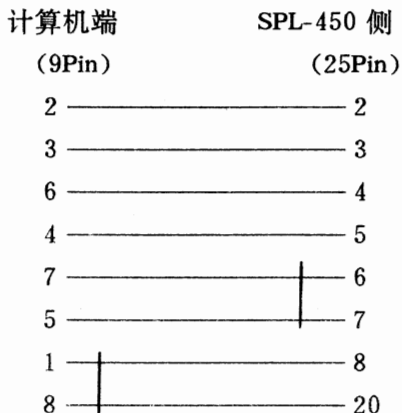

图 5-6 SPL-450 和 IBM PC/AT(XT286) 连接示意图(RS-232C)
**故障处理** 实际上,SPL-450 和美国 HP 公司的 HP7475A 型绘图仪无论在指令上还是操作上都是兼容的。因此,只要支持 HP7475A 绘图仪的软件都支持 SPL-450。大部分的绘图应用软件都支持 HP 绘图仪,所以不必担心 SPL-450 在应用中会受到限制。但是,由于 SPL-450 使用手册中通过串行口(RS-232C)和 IBM PC/AT(或 XT286)9Pin 异步口连接示意图有错误,按原图连接后绘图仪根本不动作。图 5-6 为正确的连接方式,连接后按软件要求调节传输率和奇偶检校等,SPL-450 即可通过串口和计算机通信、工作了。